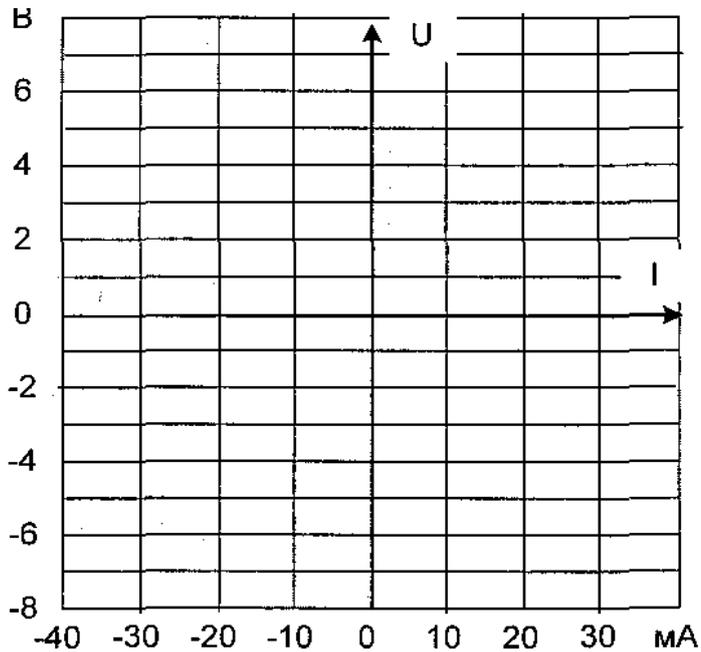

Рис. 8.4
- Установите диод и, изменяя ток или напряжение в цепи, как показано в табл. 8.1, запишите в табл. 8.1 соответствующие значения напряжения на диоде и на рис. 8.4 постройте график вольтамперной характеристики диода. **В этом опыте при отрицательных напряжениях и токах вольтметр должен быть подключен к точке «А», а при положительных — к точке «В».**
- Замените диод стабилитроном и, устанавливая токи или напряжения, указанные в табл. 8.2, снимите его вольтамперную характеристику. **В этом опыте, наоборот, при отрицательных напряжениях и токах вольтметр должен быть подключен к точке «В», а при положительных — к точке «А».** График вольтамперной характеристики стабилитрона постройте на том же рис. 8.4.